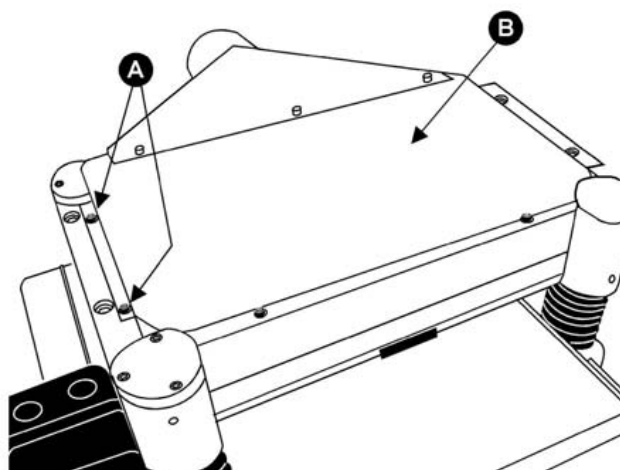

Рис. 20. Для наглядности узел двигателя снят.
Настройка ножей (см. рис. 20)
2. Открутите четыре винта (A, Рис.20) с верхней крышки (B, Рис. 20) и три винта со дна вытяжного патрубков. Снимите крышку и вытяжной патрубок.